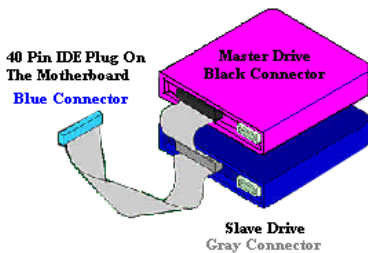

Figure 2-10. How to connect an ATA/66 Cable to the Motherboard
- Verbinden Sie den **SCHWARZEN** Anschluß mit dem entsprechenden Anschluß auf der Master-Festplatte. Verbinden Sie den **GRAUEN** Anschluß mit dem entsprechenden Anschluß auf der Slave-Festplatte (sekundäre Festplatte, CD-ROM, oder Bandlaufwerk). Bitte schauen Sie sich Abb. 2-10 an.